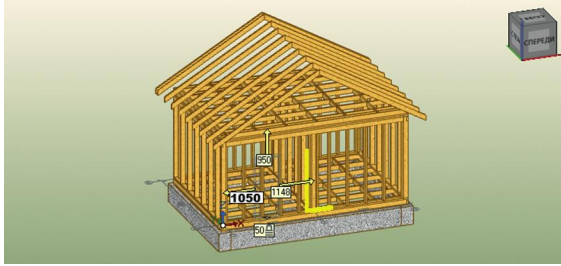

рис. 93
- переключитесь в левое окошко резинки при помощи кнопки **Tab**, задайте в нем **1050** и и зафиксируйте введенное значение нажатием клавиши **Tab** (рис. 93);